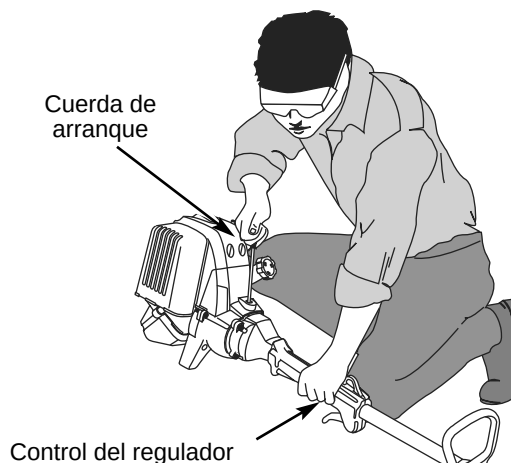

Fig. 8
6. Soporte en la posici—n de arranque (Fig. 8) y apriete el control de aceleraci—n. Tire bruscamente del cord—n de arranque hasta 5 veces.